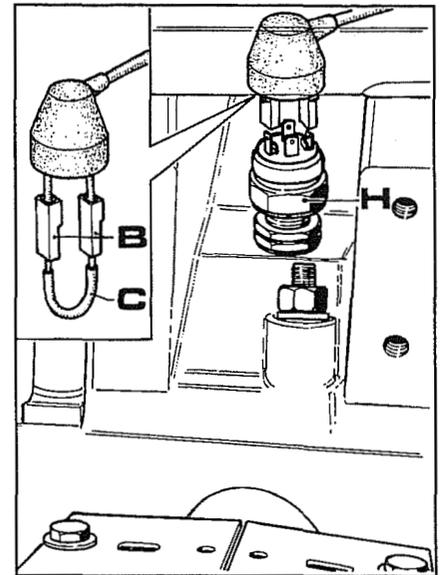

Fig. 8
4. Débrancher les câbles B fig.8 de l'interrupteur H puis les brancher entre eux avec un pontet (C fig.8). Ainsi si le courant arrive au groupe électrovannes, cela signifie que l'interrupteur doit être remplacé. Dans ce cas il faut :